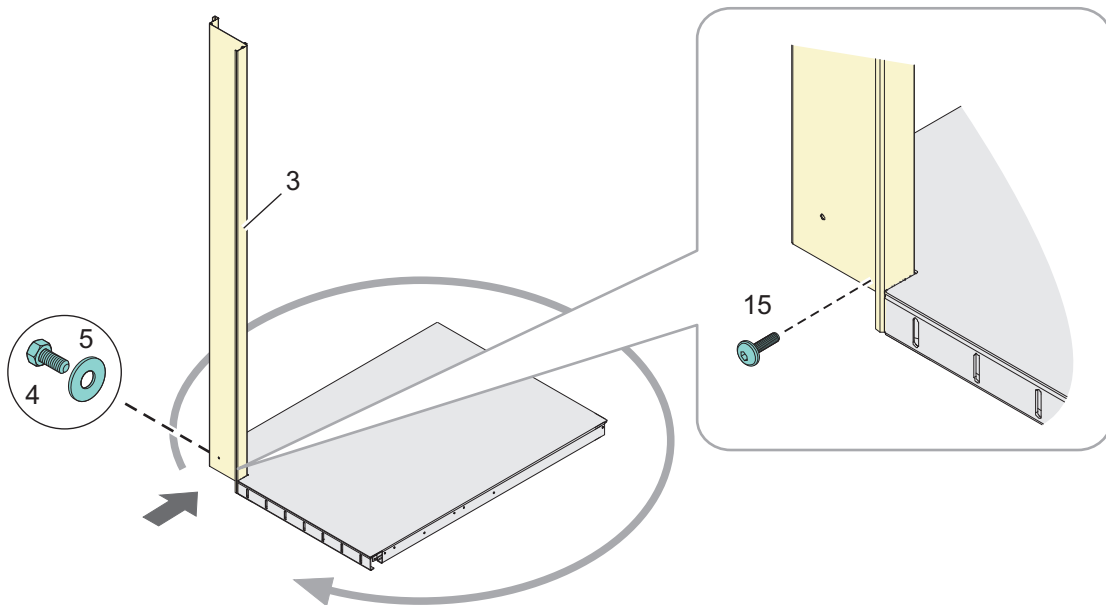
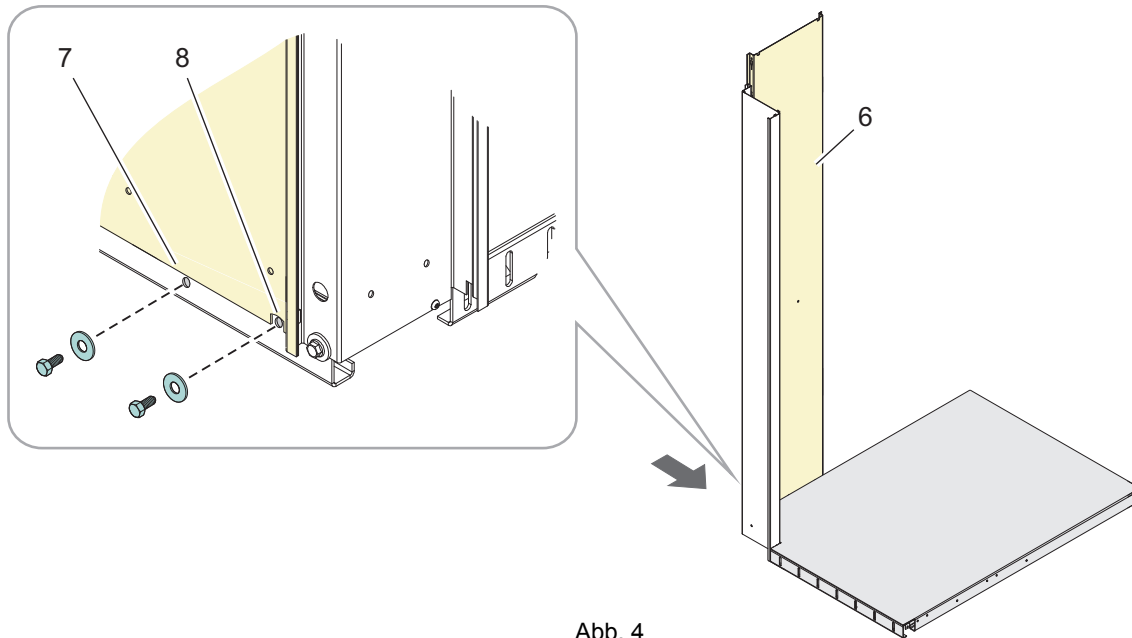

Abb. 3
Abb. 4
- Die Befestigungen wie in Abb. 3 und Abb. 4 beschrieben handfest herstellen.
- Deckenelement (11) von oben aufsetzen. Dabei sicherstellen, dass die Seite (12), an der die Schiebetür zu befestigen ist, nach vorne ausgerichtet ist.
- Deckenelement mit allen Schrauben (Sinngemäß, wie in Abb. 4 beschrieben) befestigen.